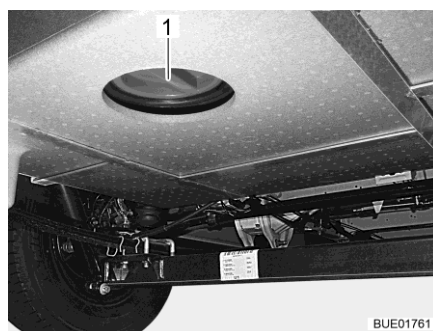

Fig. 291 Apertura per la pulizia (serbatoio delle acque grigie)
- A questo scopo aprire l'apertura per la pulizia (Fig. 291,1) per il serbatoio delle acque grigie e il rubinetto di scarico.